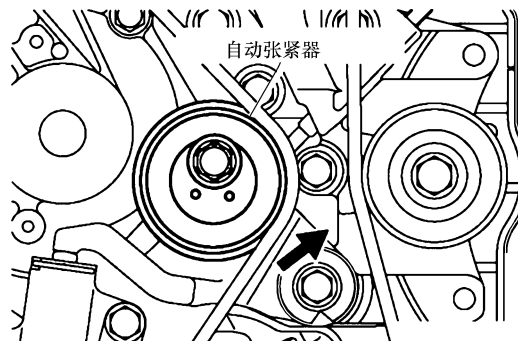

图 28-48 提起张紧器轮
7) 按照图 28-48 中箭头所示方向, 提起张紧器轮并紧固中央螺栓。